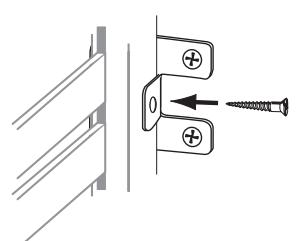

**FIG. 3.4**
- Positionner la Tour dans les emplacements d'équerre de Tour sur le mur. (Fig. 3.4)